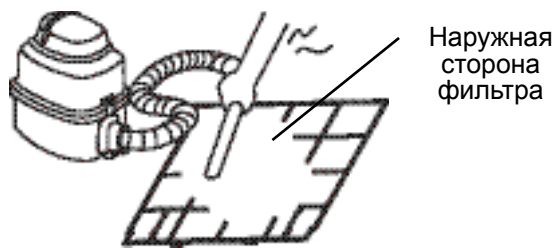

Рис.4
- Если вы чистите фильтры пылесосом, наружная сторона фильтра должна быть направлена к вам (Рис. 4).